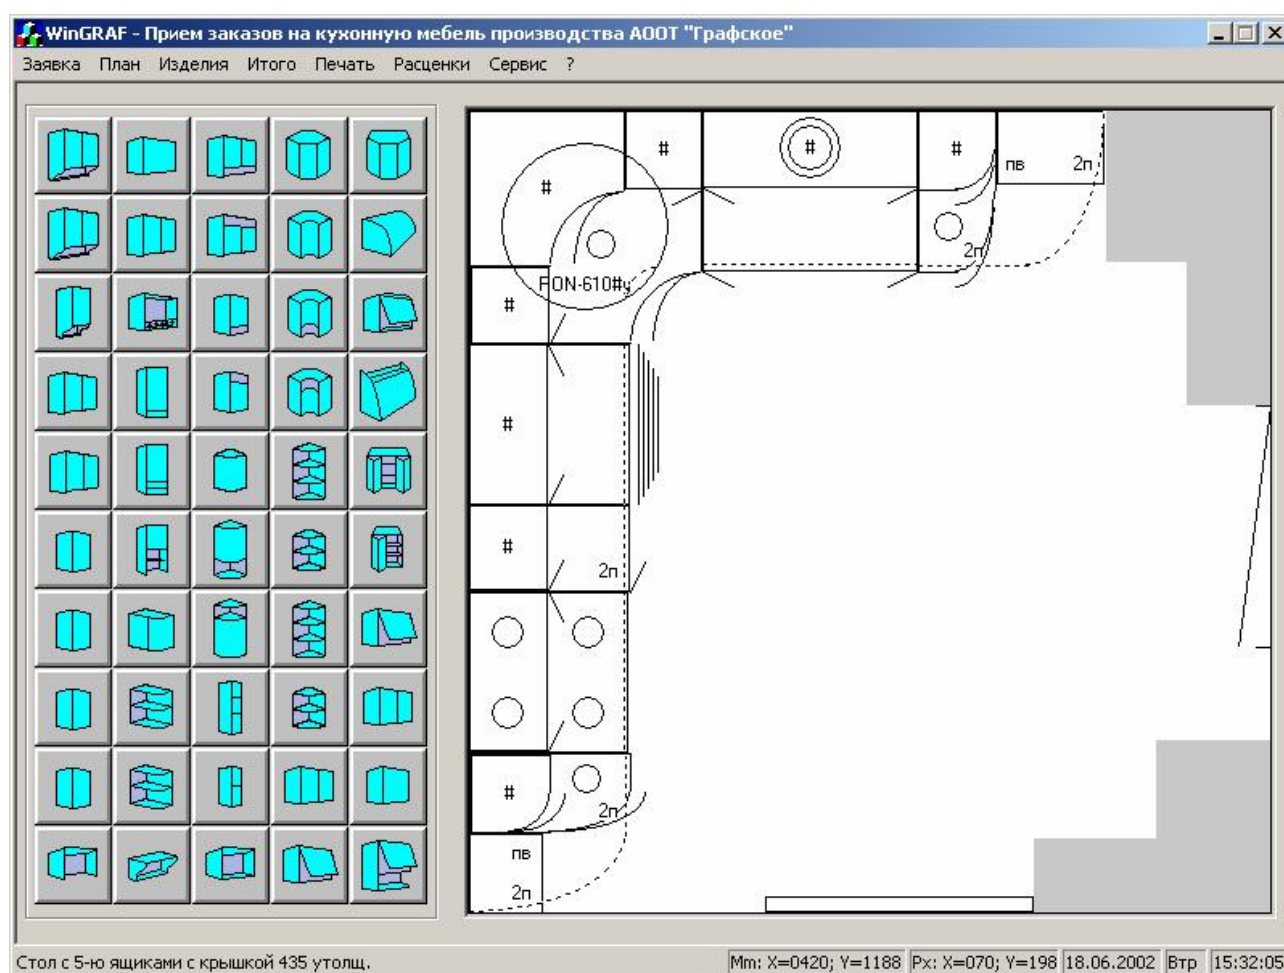

Рис. 162 План размещения кухонной мебели
После того, как все требуемые изделия кухонного набора будут установлены на плане, он примет вид, показанный на рис. 162. На плане представлен угловой вариант кухонного набора мебели с карнизом, показанным пунктирной линией. Края фрагментов карниза закруглены (радиус кривизны равен 290 мм). На карнизе установлены три светильника (один над угловым столом, два других – по краям карниза).
- план размещения мебели на кухне заказчика (см. выше рис. 162);